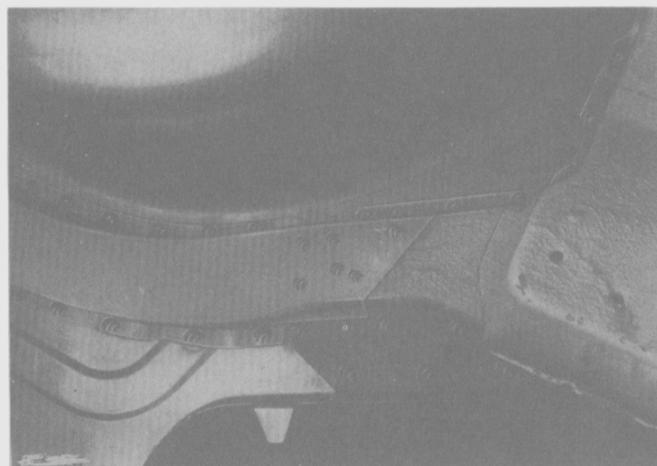

Fig. 303
- Desde la parte inferior del vehículo soldar por pude-lado el panel del piso en su unión con el travesaño trasero (Fig. 303).